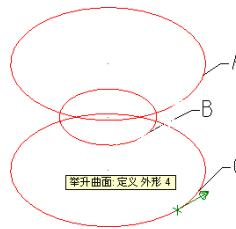

图 6-21 选取直纹/举升曲面外形曲线
- ② 单击“曲面”工具栏中的“直纹/举升曲面”按钮 H ，系统弹出“串连选项”对话框，根据系统提示，依次选取圆 A、B、C，串连的方向要一致，如图 6-21 所示，并单击“串连选项”对话框中的“确定”按钮 V 。